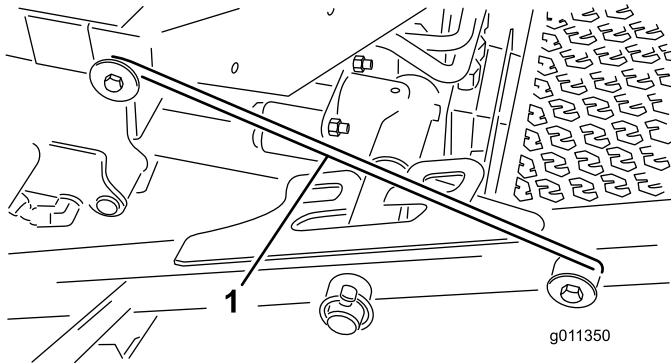

Figura 32
- Suelte la varilla de enganche (Figura 32) desde el retén del bastidor de tiro frontal.
- Eleve la parte exterior de las unidades de corte delanteras y coloque el enganche sobre el pasador del bastidor montado en la parte frontal de la plataforma del operador (Figura 32).